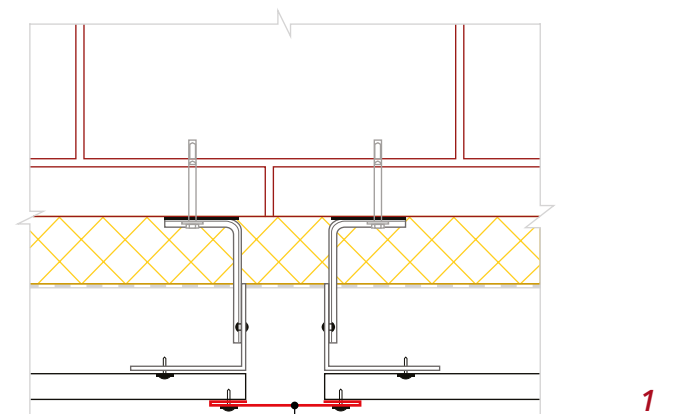

Рис. 13
- Планку стыковочную простую **1** крепите после монтажа панелей сайдинга (рис. 13). Рекомендуется использовать саморезы ПШС с окрашенной головкой, вытяжные заклепки или кровельные саморезы 5.5\*19.